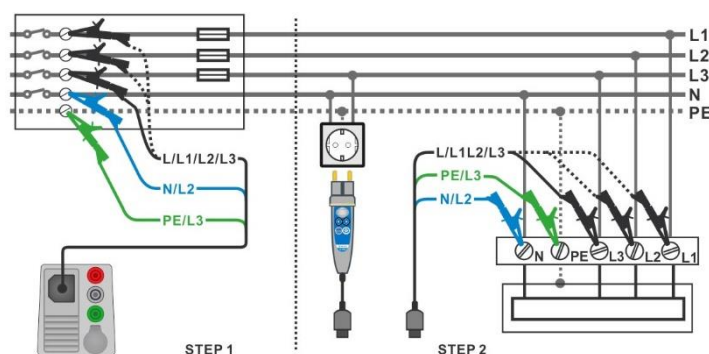

Abbildung 7.67: Spannungsabfallmessung – Anschluss des Commander-Prüfstecker und des 3-Leiter Prüfadapters
- › Schließen Sie den 3-Leiter Prüfadapter am Ausgangspunkt der elektrischen Anlage an, siehe **Abbildung 7.67**.
- › Schließen Sie den 3-Leiter Prüfadapter oder den Commander Prüfstecker an den Prüfpunkten an, siehe **Abbildung 7.67**.